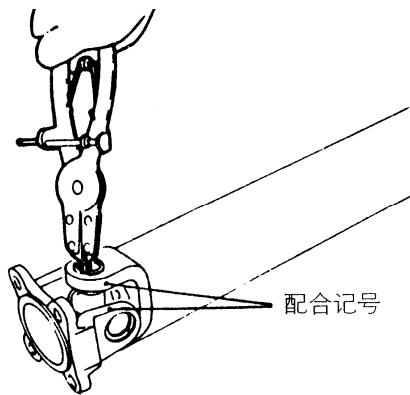

图 3-108 拆卸锁紧环
(1) 拆卸锁紧环时, 使万向节各叉上的配合记号对准后进行分解。如图 3-108 所示, 用锁紧环夹钳从叉上拆下锁紧环。